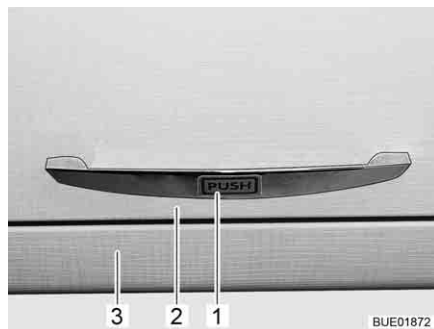

Fig. 39 Trampa de mueble con desbloqueo por presión
- Presionar la trampa de mueble (Fig. 39,2) en el tirador (Fig. 39,1) contra el cuerpo del armario (Fig. 39,3). La trampa de mueble está desbloqueada.